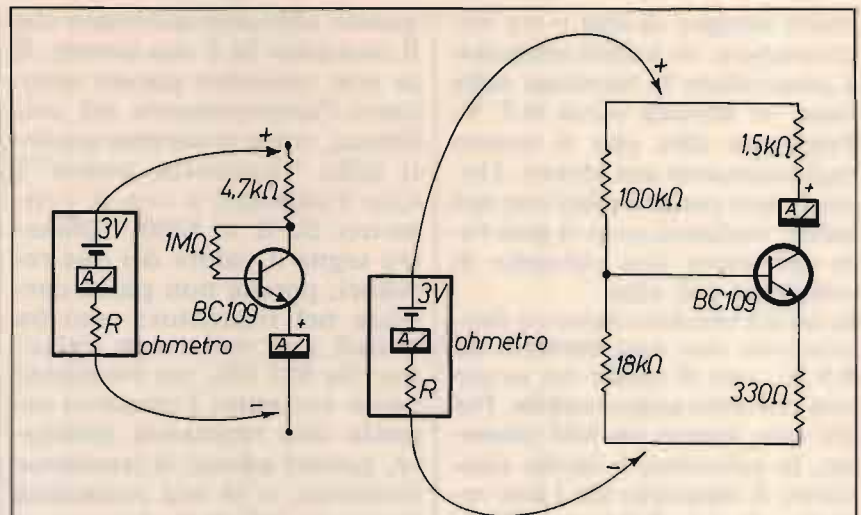

figura 4
In figura 4, a sinistra, ho riportato il circuito stabilizzato che abbiamo studiato in un articolo precedente (3). Applicando l'ohmetro come in figura, il transistor viene polarizzato e passa corrente tra emettitore e collettore, la quale corrente viene visualizzata dall'amperometro. Questo avviene anche se l'ohmetro è su $\Omega \times 100$, e sui puntali ci sarà solo 1 V. Passando su portate più basse, aumenta la tensione sui puntali, e aumenterà la corrente nel transistor, in omaggio al principio di funzionamento del transistor: più I_B , più I_C . Nel circuito a destra, la cosa è diversa, perché c'è un partitore sulla base; il transistor potrà entrare in funzione solo se la tensione sulla base supera la soglia di conduzione del silicio. Ciò dipende dal rapporto tra i due resistori, e dipende anche dalla portata dell'ohmetro. Prima di fare le prove, è molto didattico fare qualche ragionamento per cercare di indovinare se questo particolare circuito entrerà in funzione oppure no.
sa. Facciamo la prova strumentale. Con l'ohmetro su $\Omega \times 1000$, misuriamo la resistenza dei due resistori del partitore, l'amperometro rimane fermo. Dopo aver ricordato che il circuito di figura 4 a destra è un circuito serie-parallelo (uno dei resistori è il transistor), spostiamo su $\Omega \times 100$, e l'indice dell'amperometro si sposta "leggermente". Su $\Omega \times 100$, e l'indice dell'amperometro si sposta "leggermente". Su $\Omega \times 10$, lo spostamento sarà leggermente più ampio, ma si